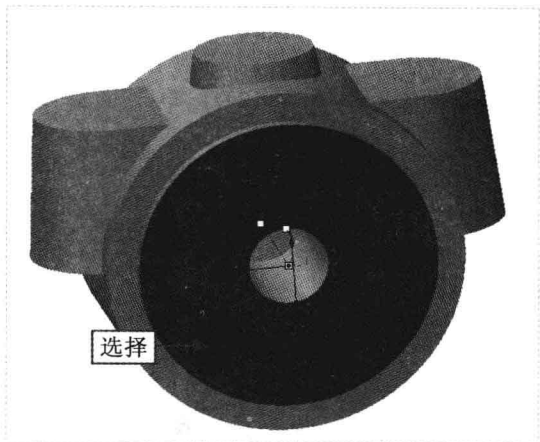

图 18-78 选择放置参考
Step 17 在“功能区”选项板的“模型”选项卡中，单击“工程”面板中的“孔”按钮, 弹出“孔”选项卡，按住【Ctrl】键的同时，在绘图区选择 A_1 轴和合适的平面作为放置参考，如图 18-78 所示。